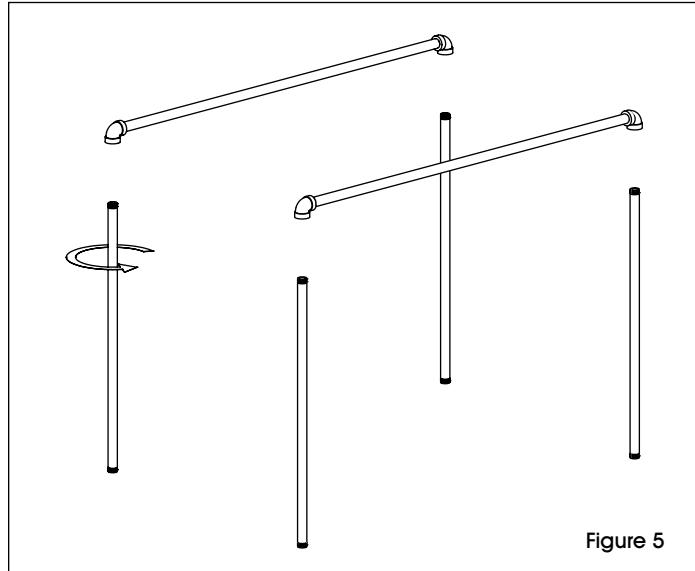

Figure 5
5. Vissez deux montants supérieurs dans chaque tringle. (Voir Figure 5)